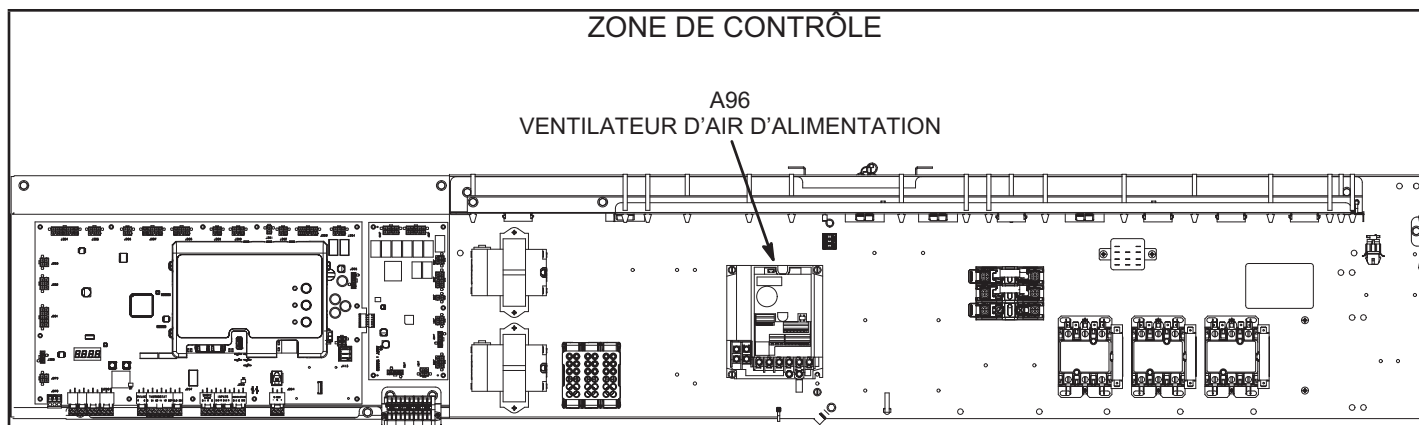

FIGURE 40
Le VFD de l'air d'alimentation (A96) est situé dans la zone du contrôleur. Voir FIGURE 40.
- 4 - Localiser le contrôleur de l'unité A55. Voir FIGURE 40.